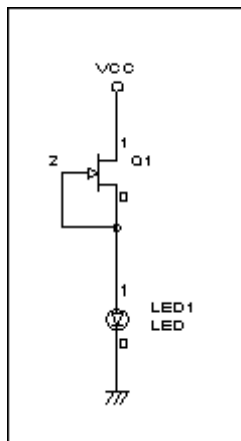

図8
2. 図8は、定電流回路です。FETを使っています。市販の定電流ダイオードも同じ特性です。
4. 図8の回路は、もう少し電流を落とせば、印加電圧が20V位まで定電流で使えます。